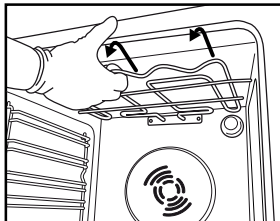
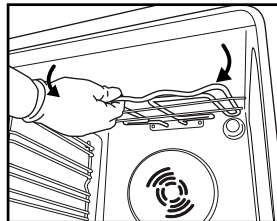

Fig. 4
Fig. 5
2. Trekk varmeelementet litt ut (Fig. 4) og senk det (Fig. 5).